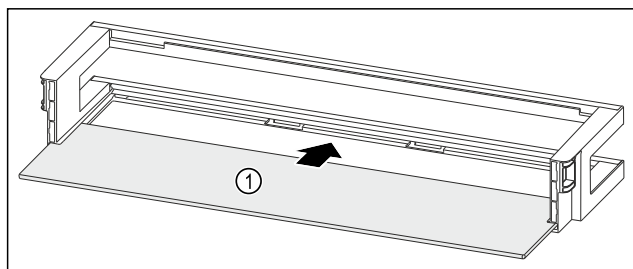

Fig. 260 Polica u vratima s policom za odlaganje
- Umetnite policu Fig. 260 (1) u bočna udubljenja.